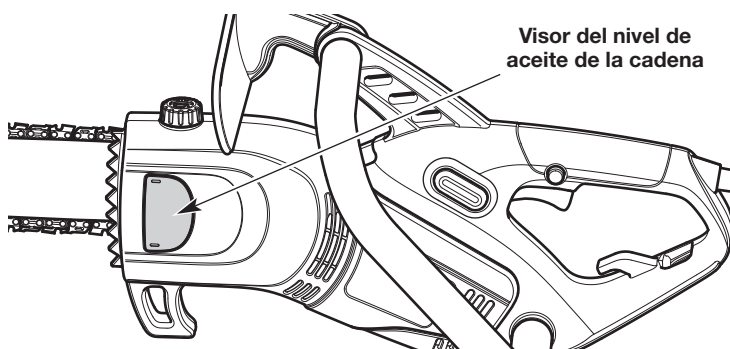

Fig. 25
2. Observe el interior del visor del nivel de aceite de la cadena. El nivel de aceite debe llenar el visor por lo menos hasta la mitad (Fig. 25). Si el nivel de aceite es demasiado bajo, agregue aceite para la barra y la cadena. Consulte *Llenado del depósito de aceite de la cadena*.